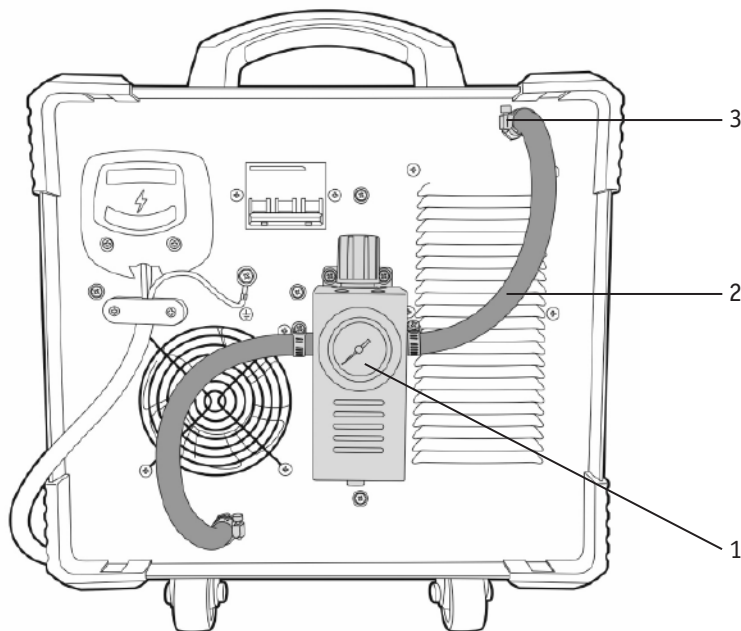

Рис. 7.9.1. Схема подключения.
1. Перед началом работы аппарата от внутреннего компрессора (см. рис. 7.9.1, п. 4) проверьте состояние фильтров.
2. Открутите корпус фильтра против часовой стрелки (см. рис. 7.9.1, п. 1).
3. Корпус фильтра состоит из 2 деталей и фильтрующего элемента. Раскрутите детали корпуса против часовой стрелки (см. рис. 7.9.1, п. 2).
4. При обнаружении на фильтрующем элементе слоя пыли или песка фильтрующий элемент следует продуть сжатым воздухом. Если фильтрующий элемент порван или появились следы масла, его следует немедленно заменить (см. рис. 7.9.1, п. 3).